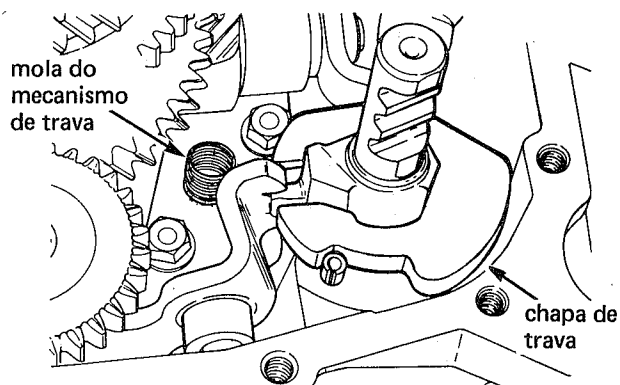

fig. 62
17. Remover a chapa do mecanismo de trava do eixo seletor, e respectiva mola (fig. 62)